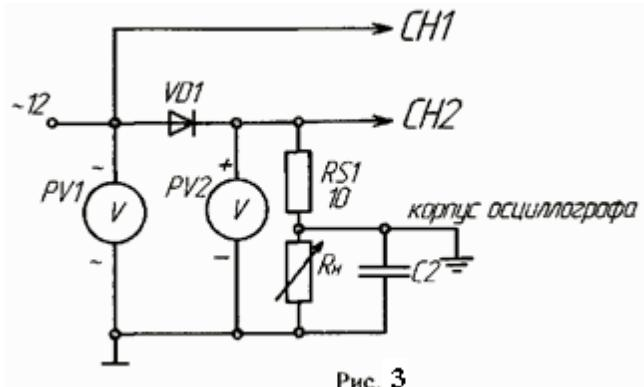

Рис. 3
4) Включить конденсатор С2 параллельно сопротивлению нагрузки (рис. 3); снять осциллограммы напряжения на диоде Ua и анодного тока Ia. Снять осциллограмму напряжения на нагрузке Uн, переключив корпус осциллографа на общий провод, не забудьте определить масштабы по току и напряжению;